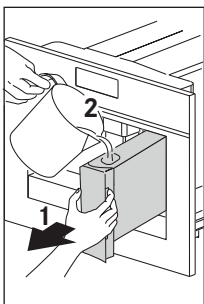
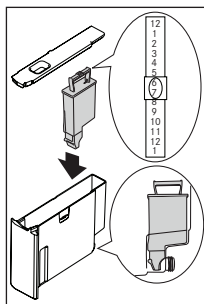

Abb. 11
Abb. 37
- ▶ Nehmen Sie den Wassertank heraus (Abb. 11), spülen Sie ihn aus und füllen Sie frisches Wasser bis höchstens zur Linie MAX ein. Schieben Sie den Wassertank wieder bis zum Anschlag hinein. Im Tank kann ein Wasserenthärterfilter installiert werden (Abb. 37).